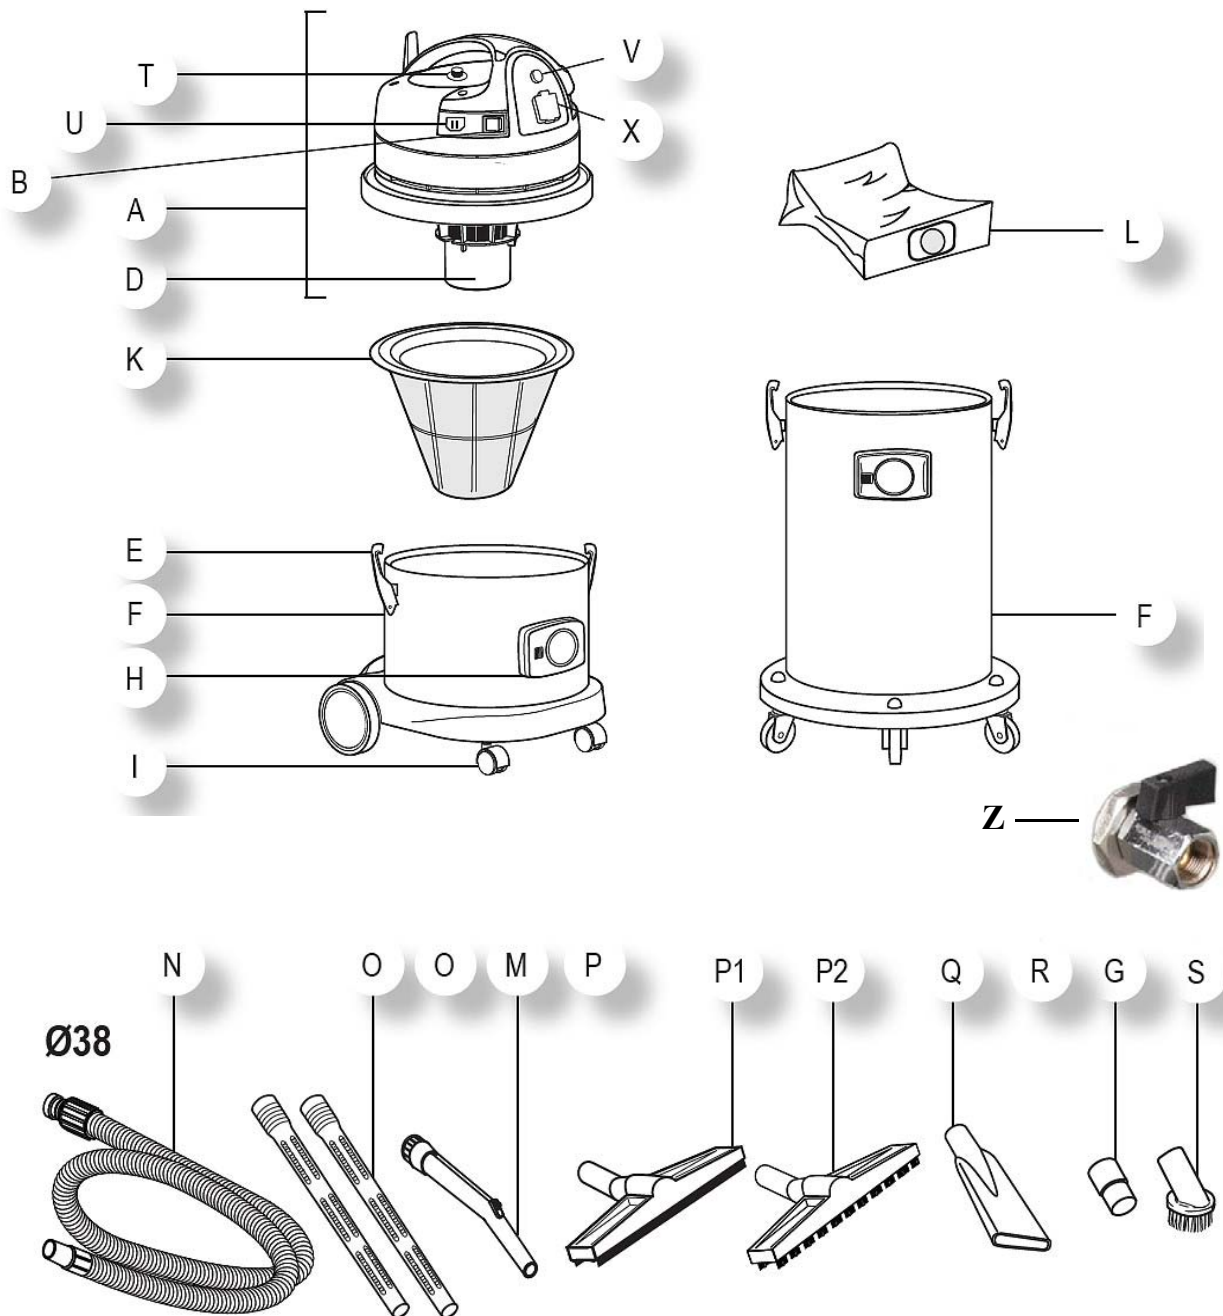

Abb. 3: Beschreibung des Spezialsaugers flexCAT 135 O
Schritt 2: Schwimmer und Schwimmerkäfig (D,Abb.3) auf Beschädigung und Freigängigkeit prüfen.